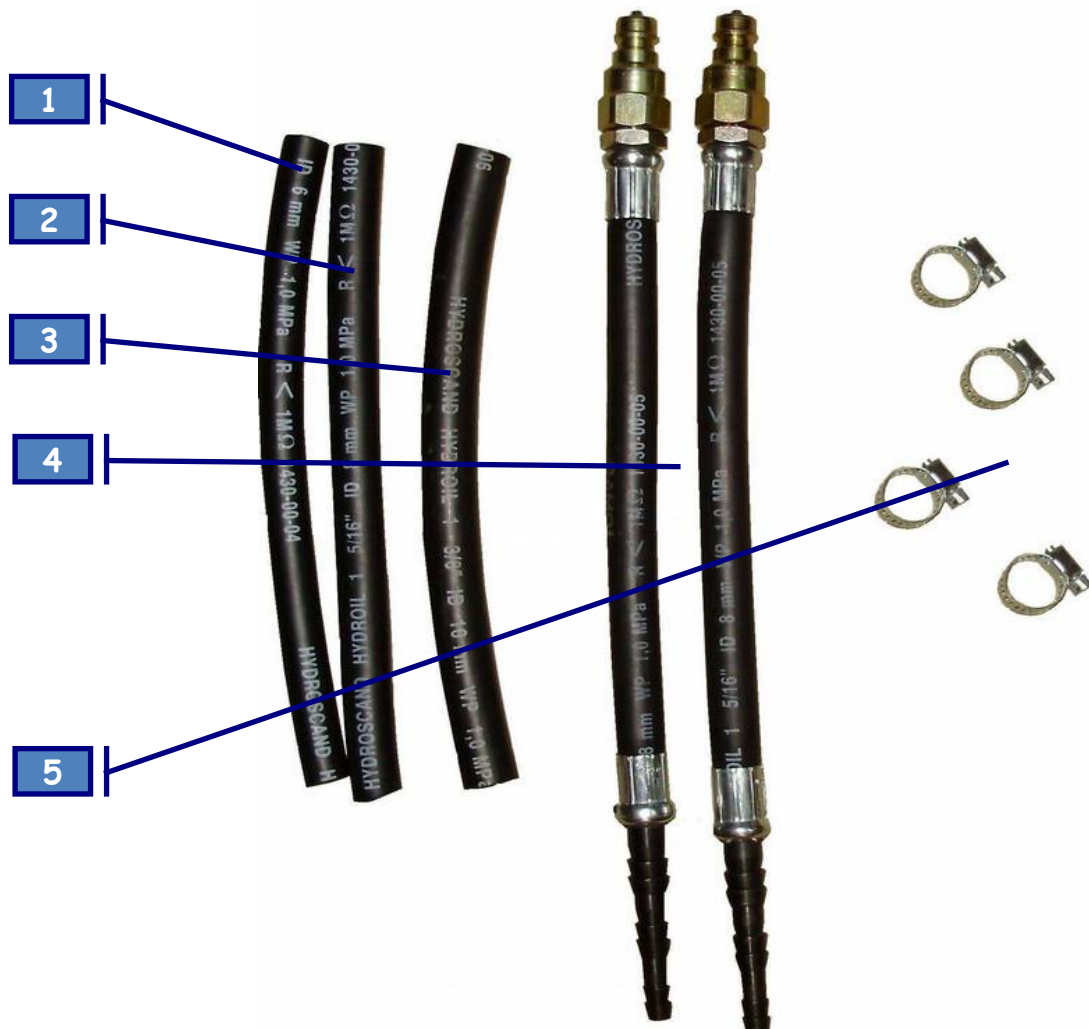

Рис. 1
2,3 – БРС (Быстро Разъемное Соединение) для подключения к АКПП через адаптеры (п.4 рис.1).
- 8- Адаптеры для подключения установки (п.4 рис.1)
2. В образовавшийся разрыв подсоединить Универсальные адаптеры (п.4 рис.1).
3. Соединения закрепить хомутами (п.5 рис.1).